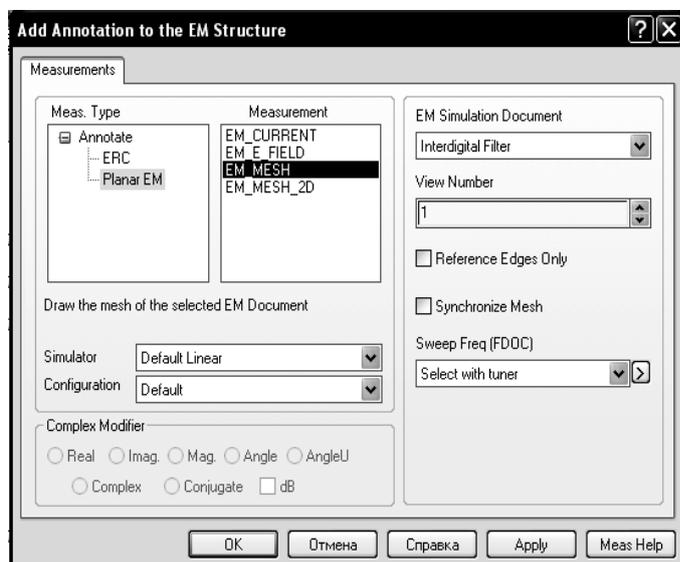

Рис. 5.21
2. В открывшемся окне (рис. 5.21) в списке **Measurements** отметьте **EM_MESH**, остальные параметры установите, как показано на рис. 5.21 и нажмите **OK**.